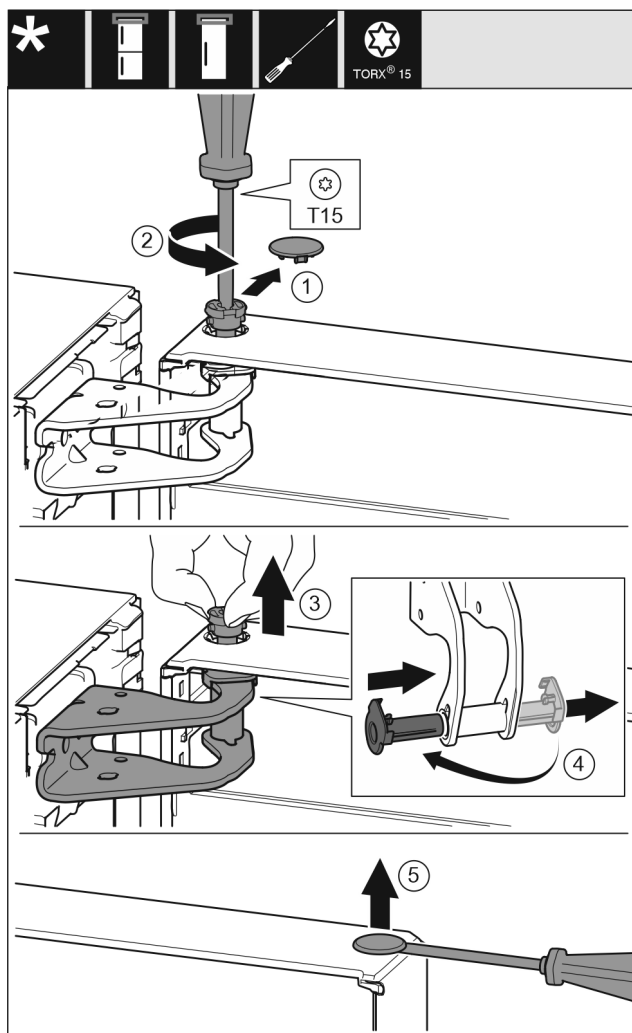

Fig. 13
- ▶ Estrarre con cautela la copertura di protezione. Fig. 13 (1)
- ▶ Con un cacciavite T15 svitare un po' il perno. Fig. 13 (2)
- ▶ Tenere ferma la porta ed estrarre il perno con le dita. Fig. 13 (3)
- ▶ Estrarre la boccola dalla guida. Inserire dall'altro lato e innestare. Fig. 13 (4)
- ▶ Con un cacciavite a testa a intaglio sollevare con cautela i tappi a vite dalla boccola della porta ed estrarli. Fig. 13 (5)